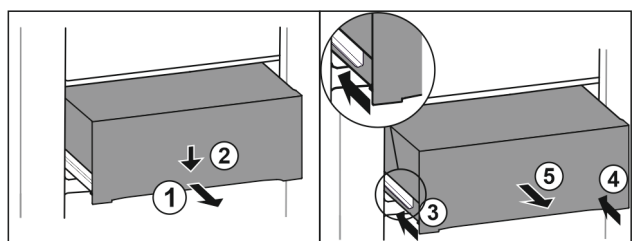

Fig. 80
- ▶ Изтеглете чекмеджето наполовина. Fig. 80 (1)
- ▶ Натиснете надолу чекмеджето от предната страна. Fig. 80 (2)
- ▶ Вкарайте лявата релса приблизително 2 cm навътре. Fig. 80 (3)
- ▶ Вкарайте дясната релса приблизително 2 cm навътре. Fig. 80 (4)
- ▶ Извадете чекмеджето напред. Fig. 80 (5)